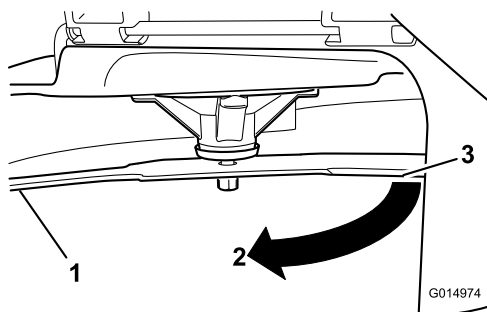

Рисунок 78
3. Измеренное расстояние между ножом и поверхностью (A)
4. Поверните тот же нож на 180 градусов, чтобы теперь его противоположная режущая кромка была в том же положении (Рисунок 78).